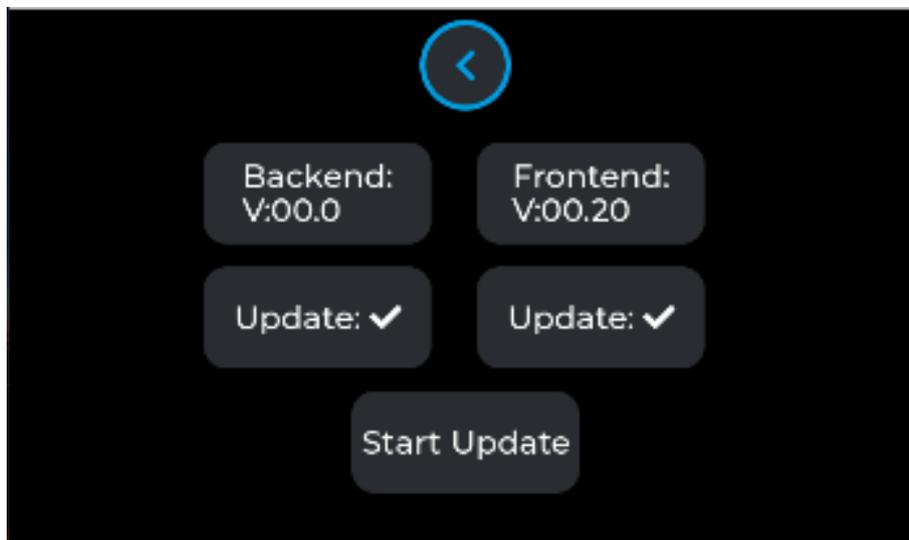

Fig. 6.9 Menu de mise à jour
6. Une fenêtre de mise à jour s'ouvre, comme sur la fig. 6.9. Appuyez sur le bouton « Start Update » pour lancer la mise à jour. Le pourcentage de progression de la mise à jour s'affiche à l'écran.